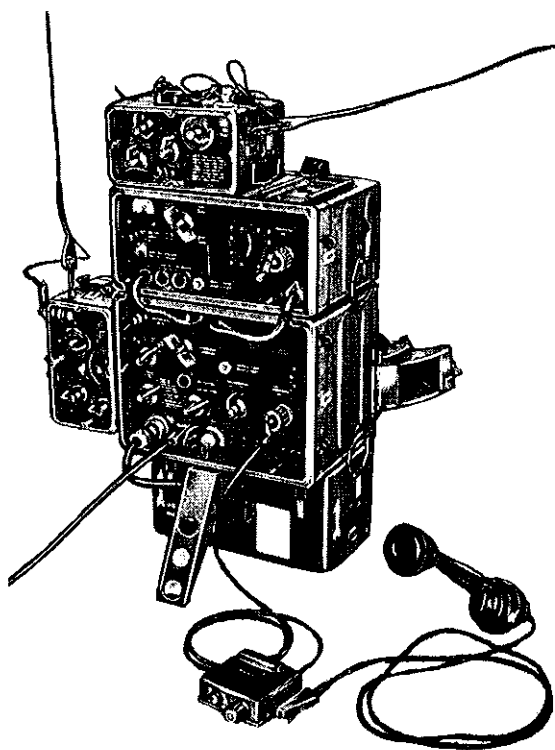

Bild 18. Stationen upprättad för duplextrafik
Vid duplextrafik arbetar stationens mottagare och sändare samtidigt men på olika frekvenser. Till stationen måste därvid kopplas två antenner och två antennenheter, en för mottagaren och en för sändaren. Koaxialkabeln, som vid simplextrafik är ansluten mellan mottagarens hylstag märkt MATARLEDN 50  $\Omega$  och sändarens undre hylstag ANSL MATARLEDN TILL MOTTAGARE, bortkopplas. I stället ansluter man den extra antennenhetens matarledning till mottagarens hylstag märkt MATARLEDN 50  $\Omega$  (bild 18).
5. Flytta ner mottagarens antennenhet vid sidan av mottagaren och anslut den till mottagaren (bild 18).